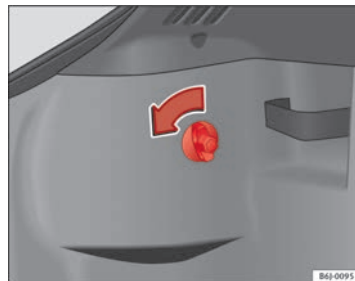

Abb. 151 Zugang zu den Rückleuchten
- Die Schraube von Hand oder mit einem Schraubendreher in Richtung des Pfeils $\Rightarrow$ Abb. 151 drehen.
- Nehmen Sie den Stecker aus der Aufnahme **(A)** ⇒ Abb. 151.